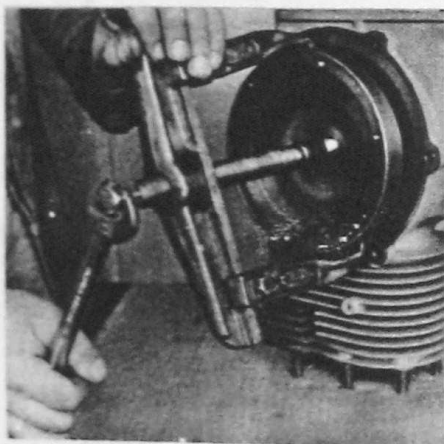

Fig. 13
1. Abzieher auf die Schwungscheibe setzen (Fig. 13).
1. Place extractor tool on fly wheel (Fig. 13).